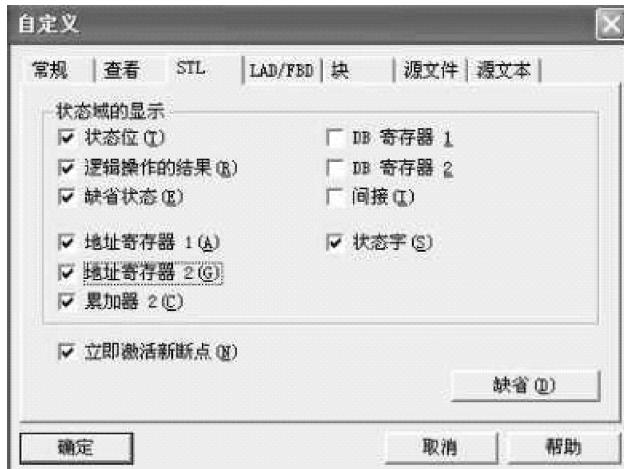

图 3-59 自定义界面
- 2) 在“自定义”对话框中，单击“STL”标签或“LAD/FBD”标签，如图 3-59 所示。